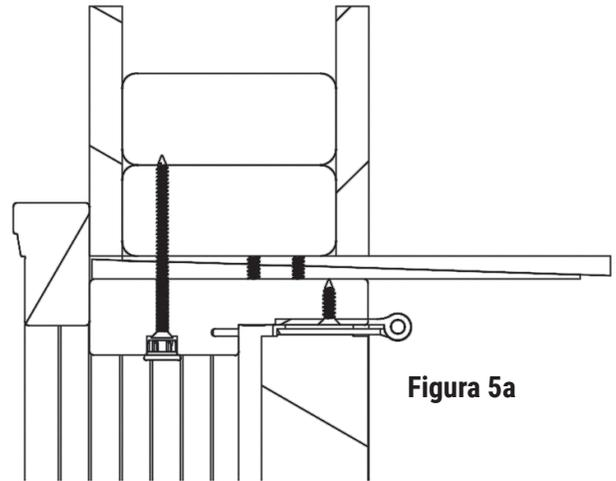

Figura 5a
**5** Cubra los tornillos y los orificios de los tornillos en las jambas de los cristales laterales con uno de los siguientes (Figura 5a):